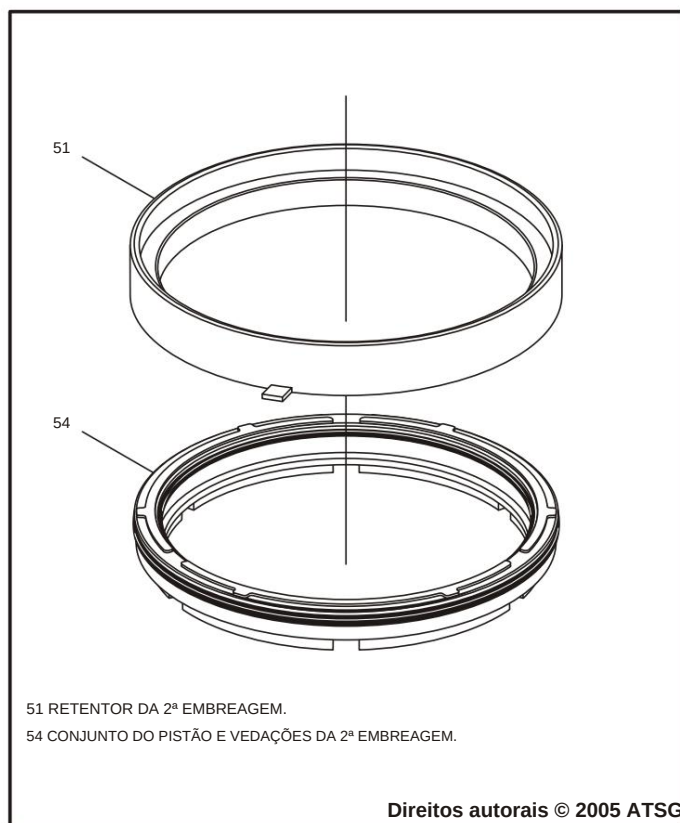

Figura 107
6. Lubrifique as superfícies internas de vedação do retentor com uma pequena quantidade de Trans-Jel® e instale o conjunto do pistão no retentor, conforme mostrado na Figura 107.